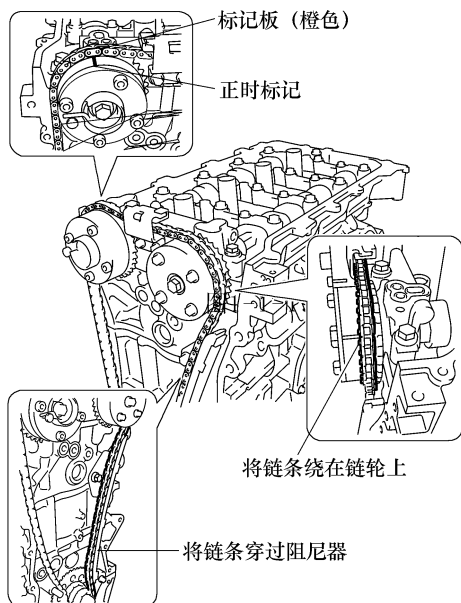

图 1-94 正时标记设置
② 如图 1-94 所示，将标记板(橙色)和正时标记对准并安装链条。